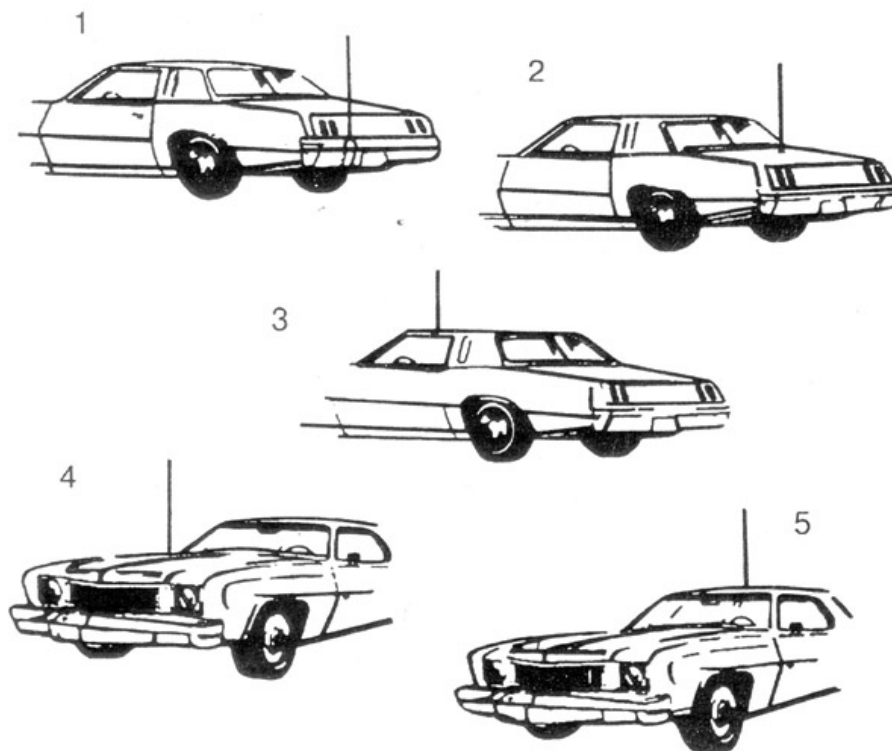

Рис. 3. Типичные места установки автомобильных антенн.
Этап 2. Просверлите два отверстия диаметром 3 мм для каждого винта крепления монтажной панели. Закрепите скобу под приборной панелью прилагаемыми винтами-саморезами (см. рис. 3). Особо внимательно следует сверлить отверстия, чтобы не повредить соединительные жгуты и электронные устройства, расположенные под панелью.
В общем случае имеются два типа антенн для мобильных Си-Би радиостанций - полноразмерный штырь длиной 1/4 волны (2,75 м) и укороченная согласованная штыревая антенна (от 0,5 до 1,9 м). Из-за большой длины полноразмерных антенн на автомобилях применяются, в основном, укороченные антенны длиной не менее 1,2 м, в различных конструктивных исполнениях с креплением через отверстие в крыше, на кронштейне за отбортовку водостока или на магнитном основании (см. рис. 3).
На рис. 3 показаны пять типичных мест установки автомобильной антенны: (1) задний бампер, (2) задняя крышка багажника, (3) отбортовка для стока воды, (4) капот, (5) крыша.